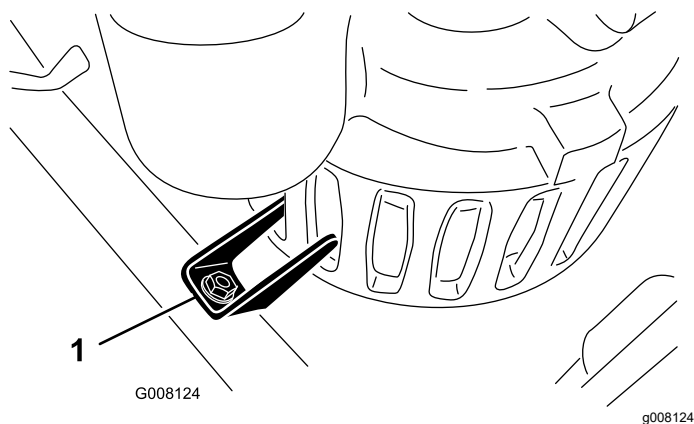

Figura 16
13. Insira a bomba na estrutura e faça-a deslizar para baixo até que a zona de montante encaixe nas ranhuras da bomba (Figura 16).